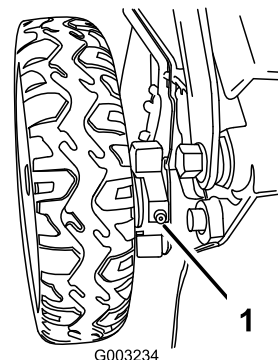

Figure 40
1. Essuyez les graisseurs situés juste à l'intérieur des roues arrière avec un chiffon propre (Figure 40).